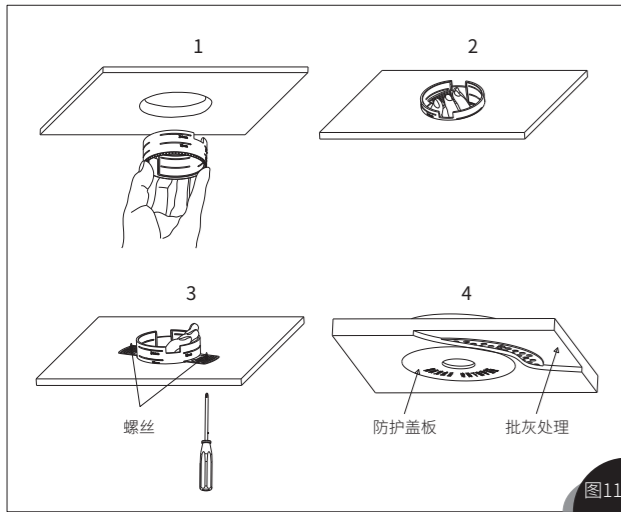

图11
- (1)将预埋框装入孔中并调整与天花水平位置平齐；
- (2)根据天花板厚度，选择插槽插入插卡；
- (3)调整好插卡并用螺丝进行固定；
- (4)固定好预埋框后，请安装好防护盖板，再进行天花板批灰，批灰完成后取下防护盖板，如图11所示；